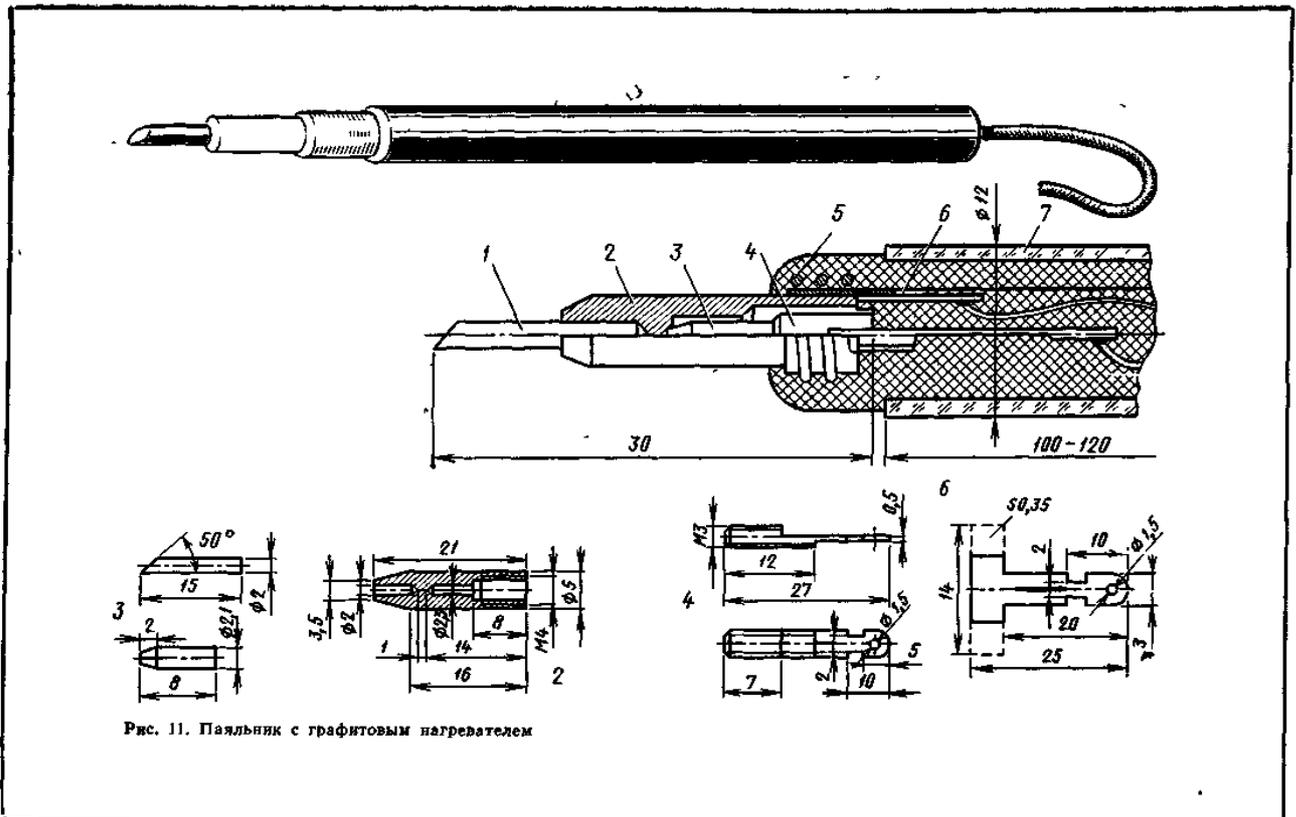

Рис. 11. Паяльник с графитовым нагревателем
*Конструкция паяльника с графитовым нагревателем* показана на рис. 11. Жало 1 из медной проволоки диаметром 2 мм туго вставлено в корпус 2 го-лоэки. Нагревателем служит отрезок 3 пишущего стержня карандаша твердостью ТМ. Взяв стержень длиной 3 — 5 см, прогревают его током в течение 2 — 3 мин при яркокрасном калении. После этого на наружной поверхности стержня образуется прочный изоляционный слой нагара бурого цвета. Этот стержень — заготовка для нагревателя. Вывод 4 нагревателя вытаскивают из длинного стального вянта МЗ. Пружина 5 обеспечивает надежный контакт вывода 6 с корпусом головки. Ручка 7 выполнена из стеклянной трубки.